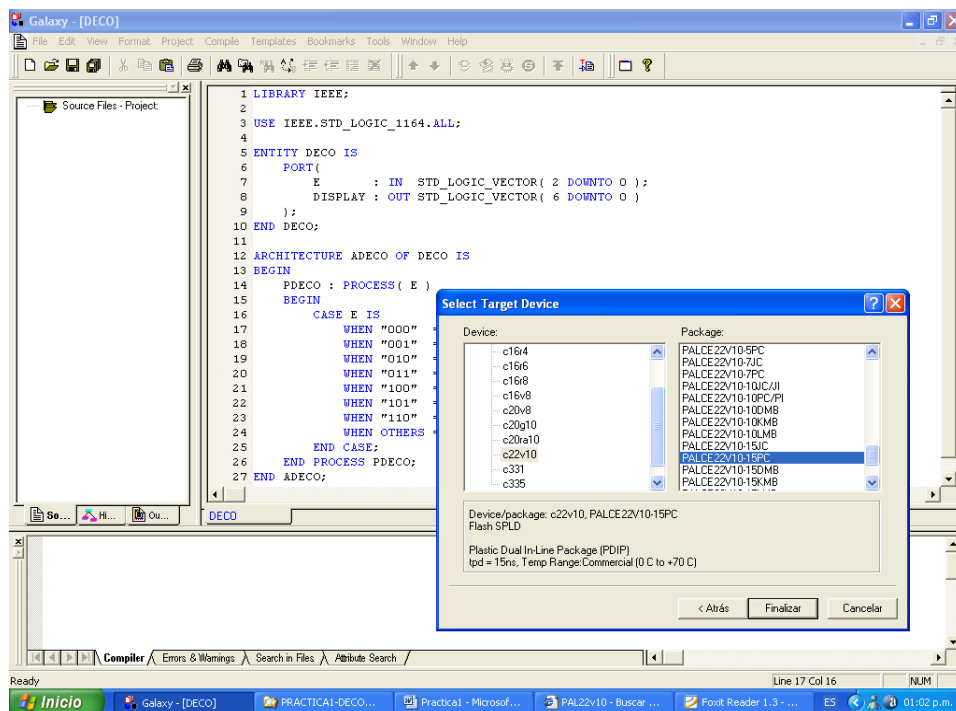

Figura 2. Selección del tipo de dispositivo.
- b) Se da clic en **<siguiente>** y aparece una nueva ventana que da la opción para agregar el archivo **deco.vhd**, creado anteriormente, dando clic en **<add>**. Después en **<siguiente>** y se abre una nueva ventana que permite seleccionar el dispositivo a utilizar, ver figura 2. En ésta práctica se utilizará un dispositivo del tipo GAL22V10, que es un **SPLD** localizado dentro de **C22V10** y se selecciona el PALCE22V10-25PC ó -15PC, según sea su retardo de programación (**speed (ns)**) y se da **<Finalizar>**.